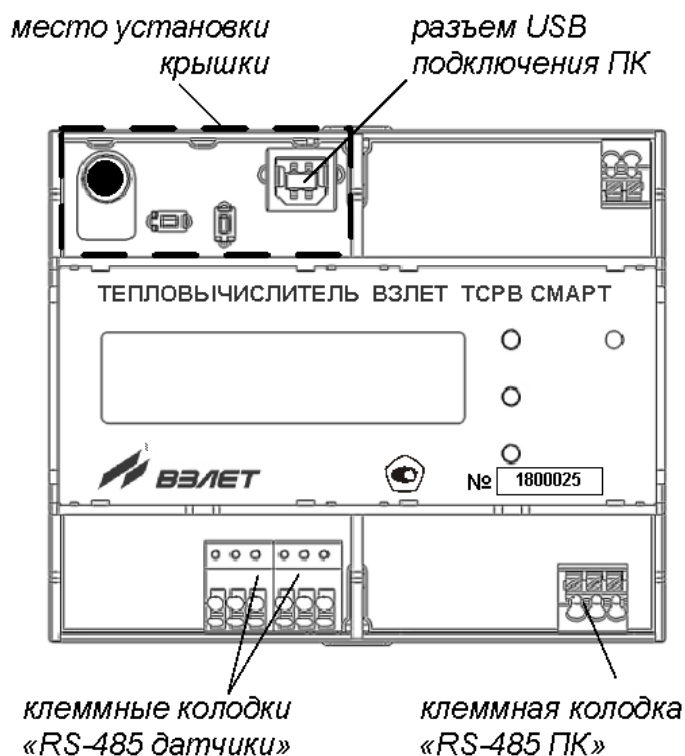

Рис.9. Размещение интерфейсных разъемов тепловычислителя.
3.2.1.1. Для связи с внешними устройствами в тепловычислителе предусмотрены последовательные интерфейсы RS-485 и интерфейс USB. Размещение интерфейсных разъемов в отсеках ТВ показано на рис.9.